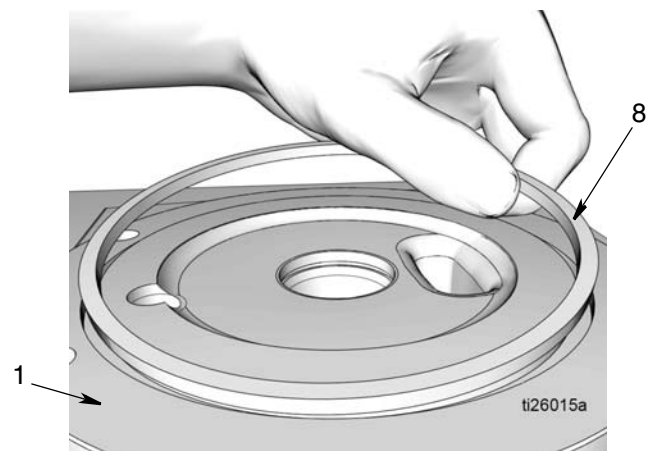

图 29
- 从泵底座 (1) 上拆下方 O 形圈 (8) (图 29)。根据正确处置的所有相关规定，处置 O 形圈。